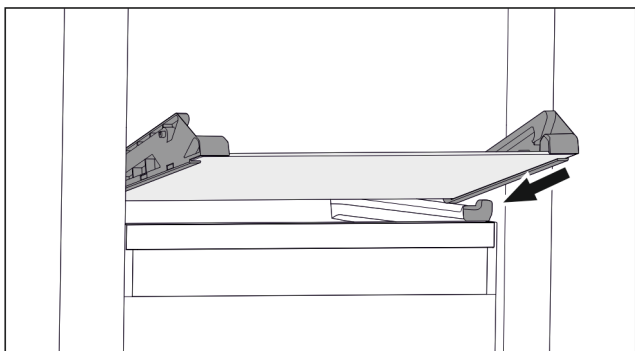

Fig. 93 Sklenená doska sklopnej zásuvky
- ▶ Nasadíte sklenenú dosku šikmo za zarážkami. (pozri Fig. 93)